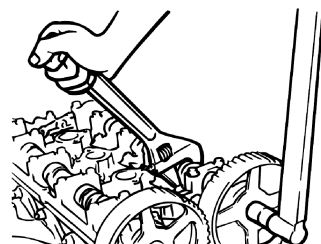

图 4-92 安装(V. V. T.)链轮螺栓
(2) 可变气门正时(V. V. T.)链轮/可变气门正时(V. V. T.)链轮螺栓的安装 如图 4-92 所示。